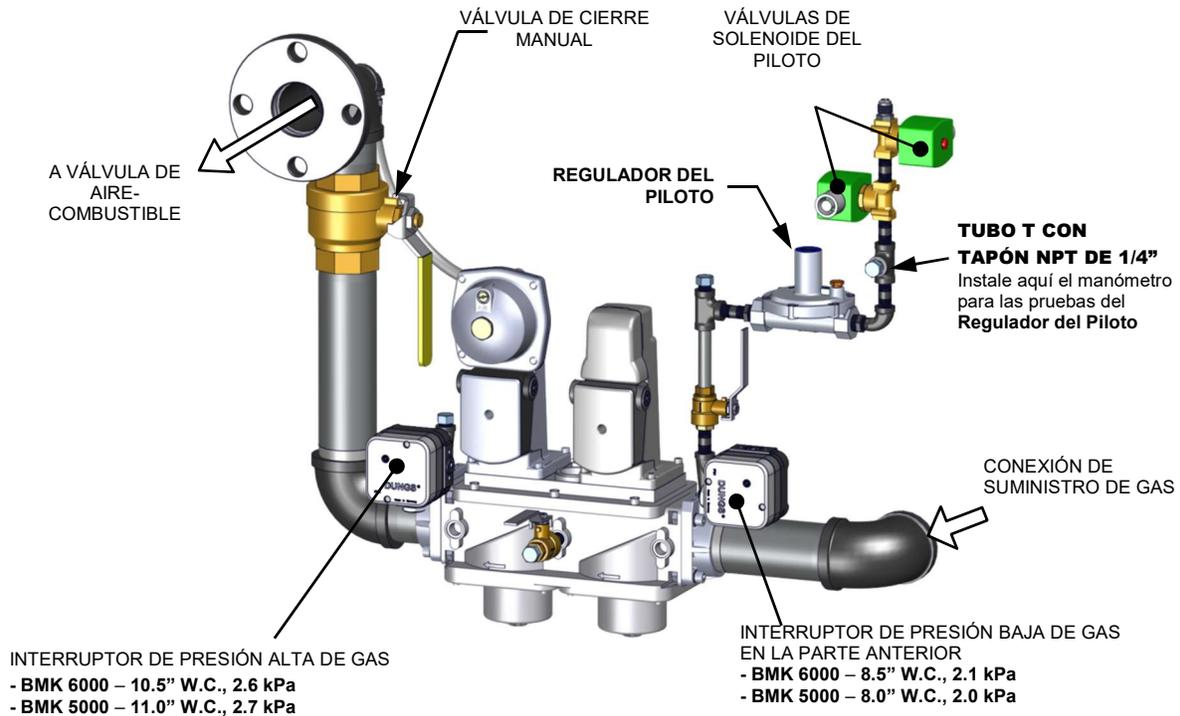
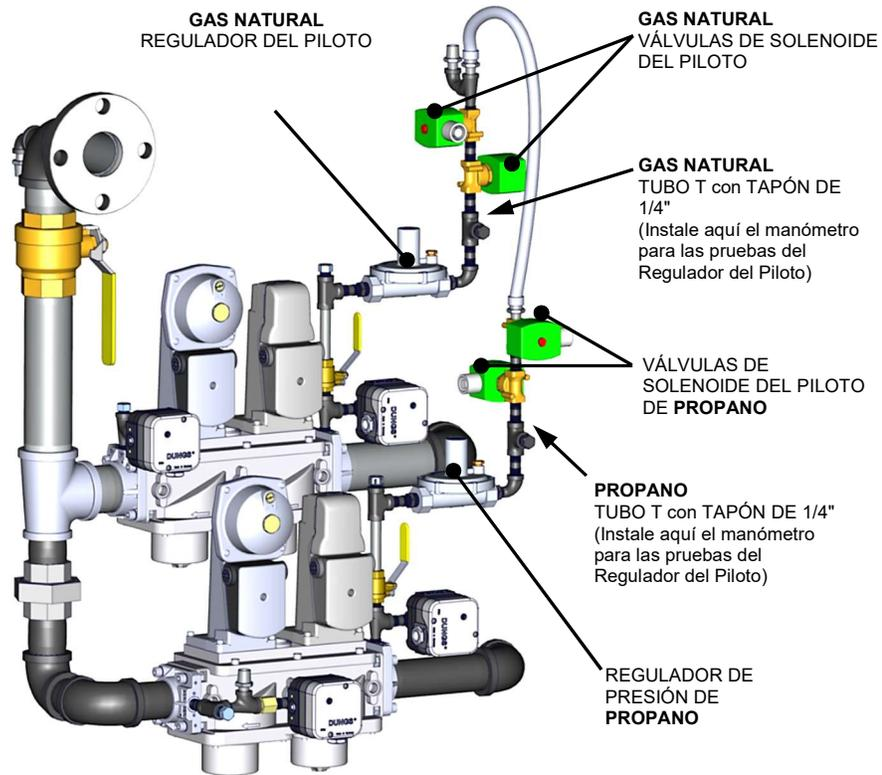

Figura 4-4a: Ubicación del montaje del regulador del piloto monocombustible de BMK 5000/6000
Figura 4-4b: Ubicación del montaje del regulador del piloto de combustible dual de BMK 5000/6000
Los modelos estándar Benchmark 5000 y 6000 tiene integrado un sistema Regulador del Piloto en el tren de gas de Gas Natural, mientras que las unidades de combustible dual Benchmark 5000 y 6000 tienen dos sistemas de Regulador de Piloto, uno en el tren de gas de Gas Natural (ver Figura 4-4a) y uno en el tren de gas de Propano (ver la Figura 4-4b).
3. Retire el tapón de 1/4" del tubo en T en el lado de la salida del Regulador del Piloto (Figura 4-4a o Figura 4-4b) e inserte un conector NPT.
3. Retire el tapón de la tubería del puerto de 1/4" NPT en el lado de la salida del Regulador del Piloto (Figura 4-4a o Figura 4-4b, que aparece arriba) e inserte un conector NPT.